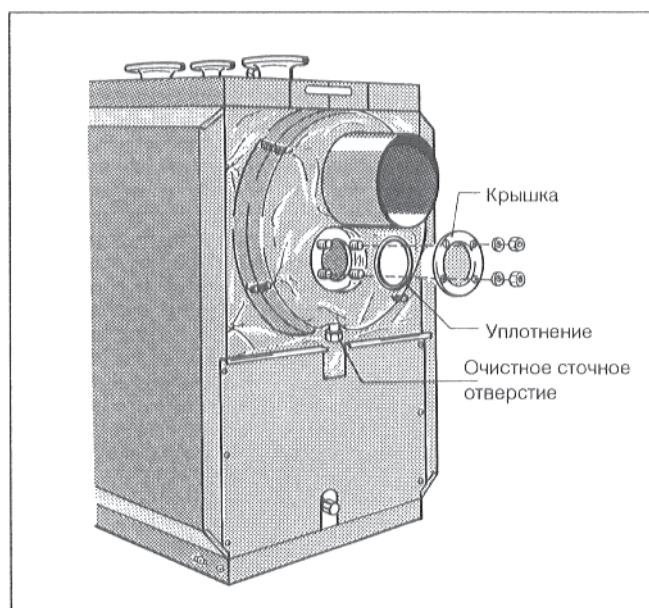

Рис. 26
- Откинуть вверх теплоизоляцию с надрезами (Рис. 26).
- Вывинтить гайки очистной крышки (Рис. 26).
- Снять крышку очистного отверстия и удалить остатки сажи (Рис. 26).
Жидкие продукты процесса очистки можно удалить через очистное сточное отверстие на газосборнике отходящего газа (Рис. 26).